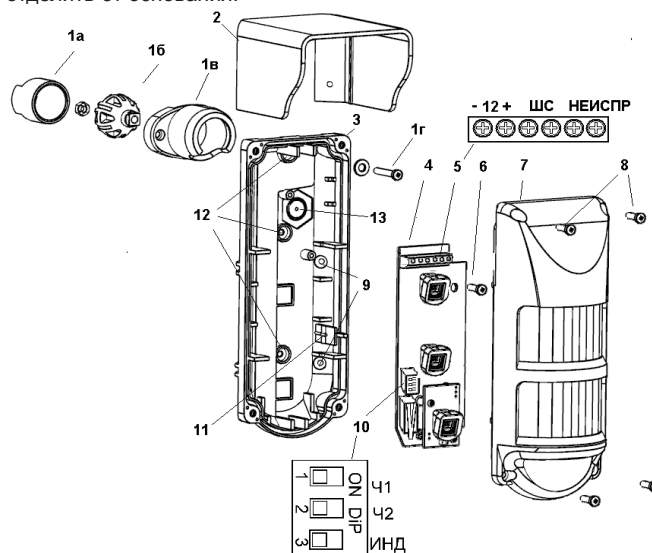

Рисунок 1 - Конструкция извещателя
8.1 Извещатель (рисунок 1) состоит из основания (3), печатной платы (4) и крышки (7). В комплект поставки входят кронштейн (1) и козырек (2) для защиты от осадков. Крышка крепится к основанию четырьмя винтами (8) с использованием герметизирующей прокладки. Печатная плата фиксируется на основании защелкой (11) и винтом (6). Перед установкой извещателя крышку и печатную плату следует отделить от основания.